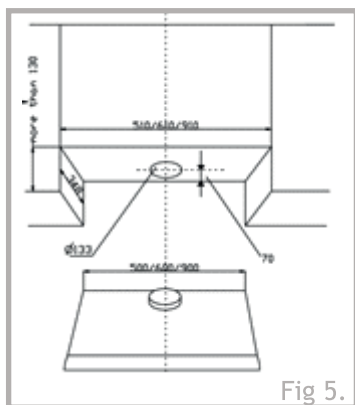

Fig 5.
1. Como se muestra en la Fig.5, perforo un orificio de 133 mm de diámetro en el gabinete. Compruebe la posición de la toma de corriente y considere como colocará el cable, para evitar tener que perforar otro hoyo en el gabinete para acomodarlo. Trace una línea vertical en la pared entre el gabinete y la campana.
1. Como lo muestra la Fig. 5, perforo un orificio de 133mm de diámetro en la pared Compruebe la posición de la toma de corriente y considere como colocará el cable ya que un agujero podría ser perforado en el gabinete para acomodar -arlo. Trace una línea vertical en la pared con la placa de cocción.